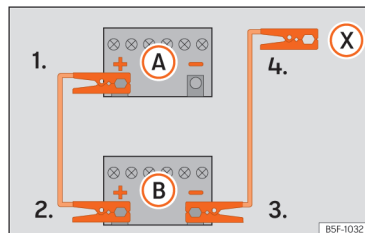

Рис. 223 Схема приєднання пускових проводів: авто без системи «старт-стоп».
4. Автомобілі без системи Старт-Стоп: приєднайте один кінець чорного пускового проводу до мінусової клемми (-) зарядженого акумулятора **(Б)** »» **рис. 223**.